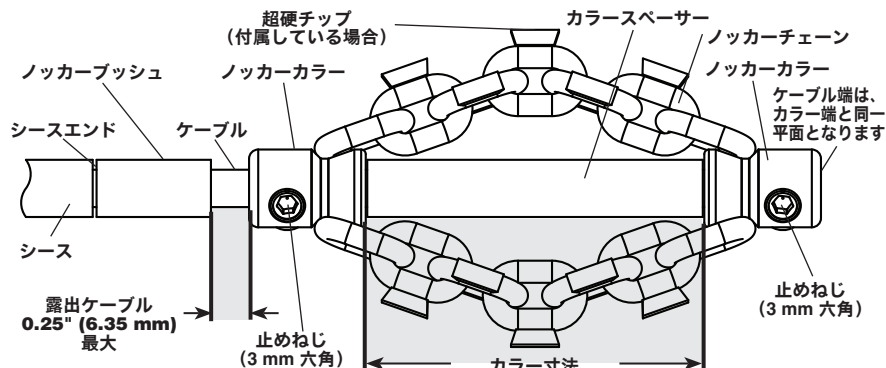

図 10 - チェーンノッカーの取り付け/調整
2. 図 10 はチェーンノッカーの取り付け/調整を示します。チェーンノッカーの取り付け/調整時には 2 つのポイントがあります。
6. 図 10に示すように、チェーンノッカー、ノッカーブッシュ、カラースペーサーをケーブルにテスト装着します。チェーンはまっすぐでなければなりません。チェーンをねじった状態で組み立てないでください。ケーブル端が過度に摩擦するのを防ぐために、ケーブル端はカラーの端と同一平面上になるようにしてください。
7. 図 10に示すようにチェーンノッカーがケーブルに正しく取り付けられている状態で、付属の六角レンチを使用してカラーの止めねじをしっかりと締めます。止めねじの先端を